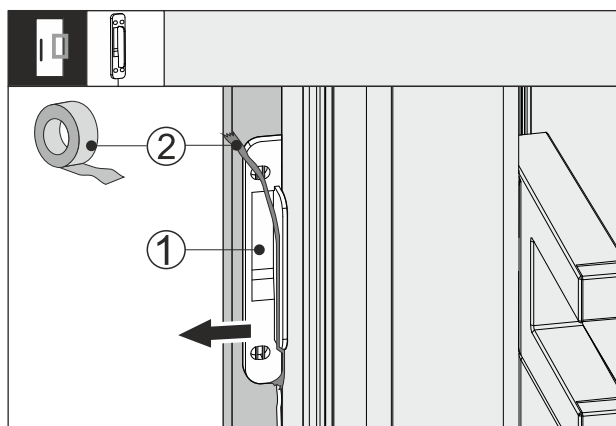

Fig. 64
- 将胶带 Fig. 64 (2) 从敲门传感器 Fig. 64 (1) 上撕掉。